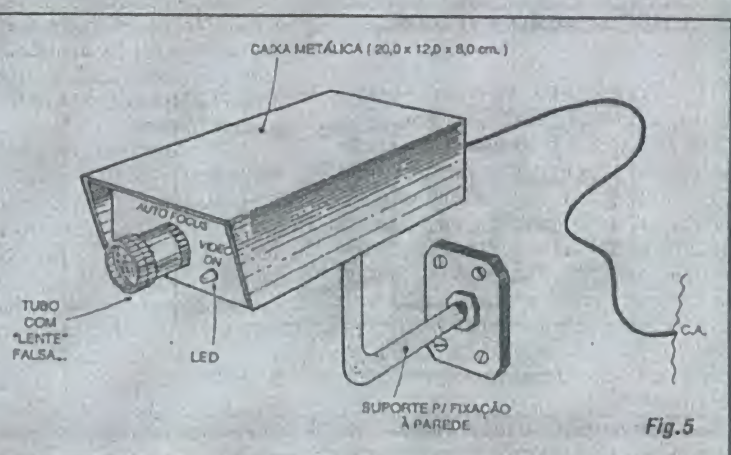

Fig. 5
- - Material para a confecção da caixa, "lente", tubo da "lente", suporte, etc., da câmara falsa (ver FIGS. 5 e 6...)
- FIG. 5 - A CONSTRUÇÃO DA "CÂMARA"... - Procurem seguir tão fielmente quanto possível, as sugestões do diagrama, quanto à construção, aparência, dimensões, formas e acabamento da caixa da "câmara"... É bem provável que possa
O "espírito da coisa" já deve estar mais do que entendido pela turma... Com acabamento e fixação semelhantes aos sugeridos na FIG. 5, a câmara deverá ser posicionada estrategicamente, de modo que, simultaneamente, "aponte" para lugares "chave" e *fique nitidamente visível aos circunstantes!* De nada adiantará ser posicionada estrategicamente, de modo que, simultaneamente, "aponte" para lugares "chave" e *fique nitidamente visível aos circunstantes!* De nada adiantará, obviamente, instalar a "câmara" em "lugar secreto", uma vez que a dita cuja *não é câmara "fosta" nenhuma!* Para que o truque "psicológico" **funcione** a câmara deve ser *ostensiva...*!